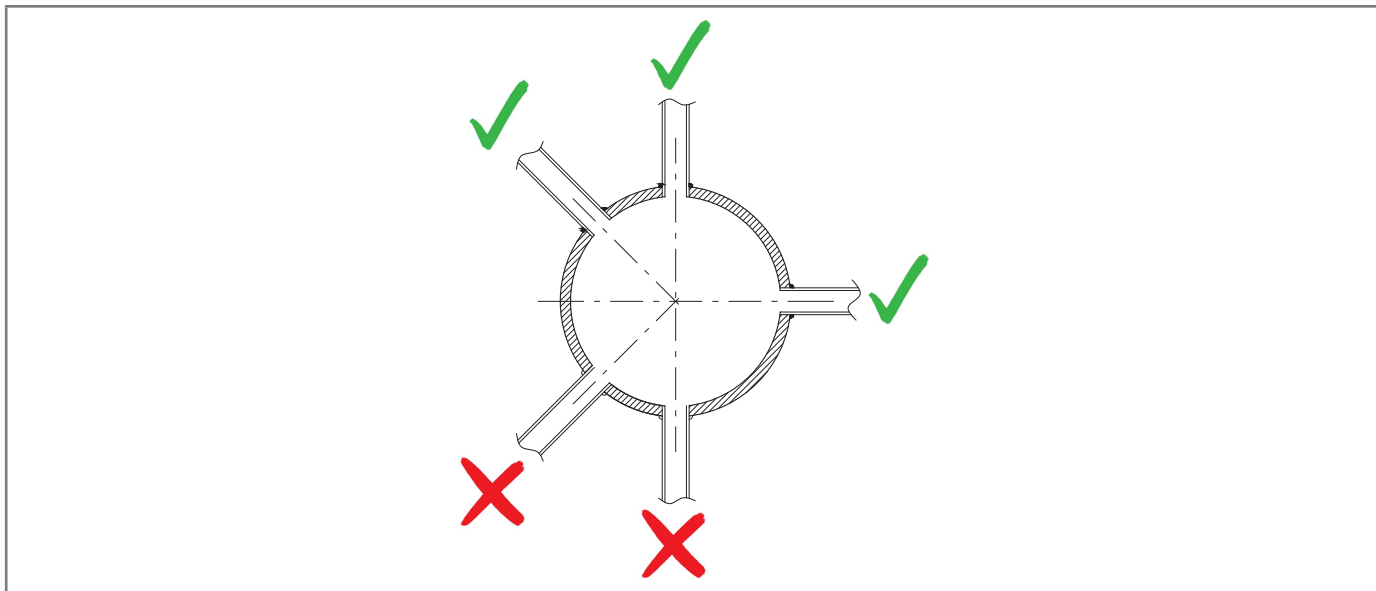

Fig. 6.22. *Attacchi saldati della connessione pneumatica*
- gli attacchi della connessione pneumatica siano sempre saldati sulla parte superiore o a max 90° sull'asse della tubazione stessa (fare riferimento alla fig. 6.22);